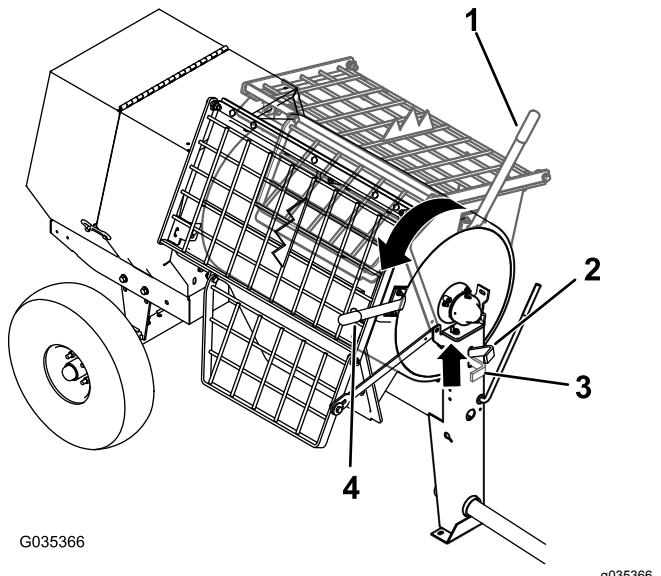

Figura 38
3. Levante la manija del pestillo del tambor (Figura 38).
4. Con ambas manos en la palanca de volteo, gírela en sentido antihorario para descargar el contenido del tambor (Figura 38).
5. Gire la palanca de volteo en sentido **horario** hasta que el pestillo del tambor bloquee el tambor en la posición vertical (Figura 38).
2. Sujete la palanca de volteo con la mano izquierda (Figura 38).